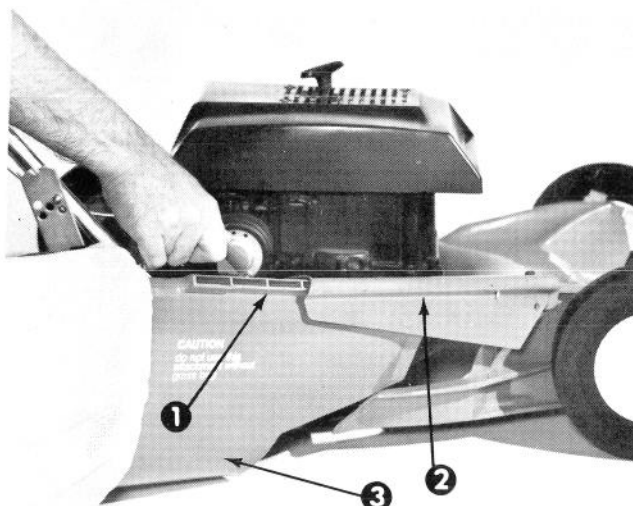

Figure 10
1. Saisissez le couloir d'éjection par la poignée et introduisez les guides dans les rainures dans le déflecteur. Levez le déflecteur avec le couloir d'éjection puis glissez le couloir complètement vers l'avant (Fig. 10). Laissez la tension à ressort du déflecteur baisser le couloir d'éjection jusqu'à ce que la patte du couloir s'engage dans la fente dans le carter de la tondeuse. N'utilisez pas votre main libre pour lever le déflecteur lorsque vous installez le couloir d'éjection, même si le moteur est arrêté, car tout contact avec la lame pourrait vous blesser.